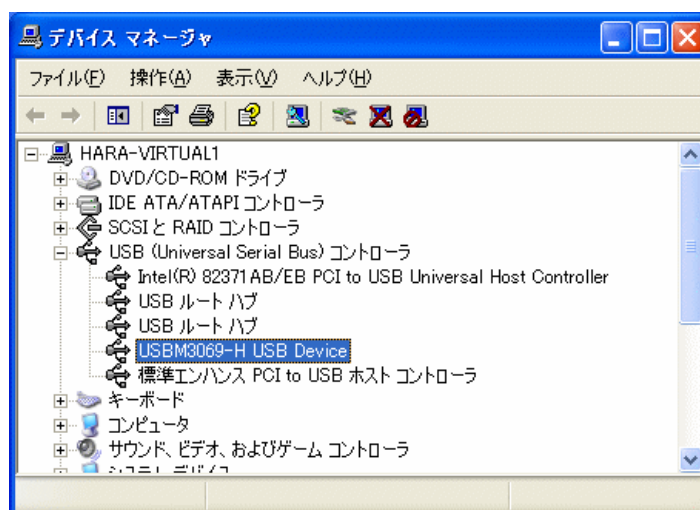

図 29 Windows XP のドライバインストール確認
- ⑧ 図 29 のように「デバイス マネージャ」の画面に「USBM3069-H USB Device」と表示されれば、ドライバが正しくインストールされています。